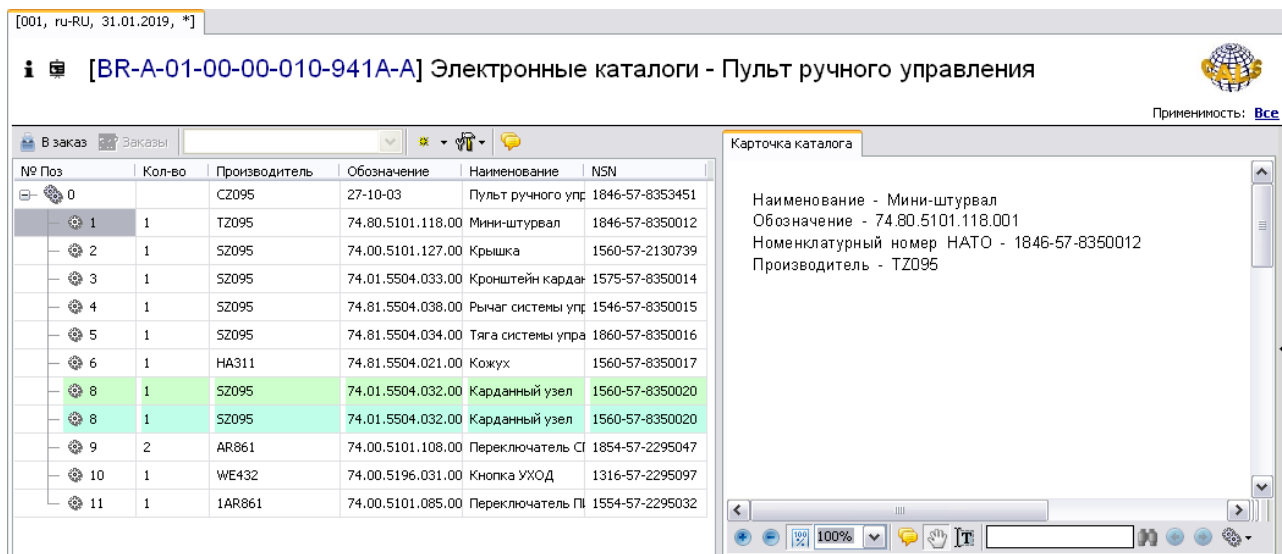

Рис. 116
2. В области иллюстраций перейдите на вкладку **Карточка каталога** или в выпадающем меню кнопки **Настройки**  выберите команду **Показ карточек**. В результате в области иллюстрации отобразится карточка каталога для выбранной позиции (Рис. 116).